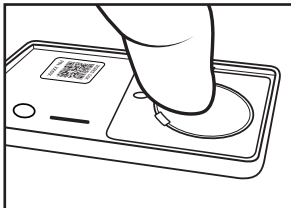

FIGURE 6
4. Lors de l'installation d'une nouvelle batterie, assurez-vous d'une polarité appropriée, le côté positif vers le haut. Insérez d'abord l'extrémité inférieure de manière à ce que la batterie soit sous les nervures latérales (voir la figure 6). Appuyez sur l'extrémité supérieure pour fixer la batterie en place.